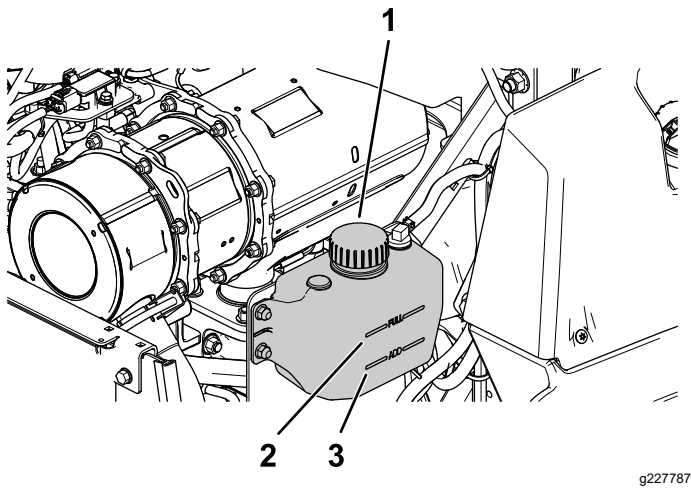

Bild 57
4. Prüfen Sie den Kühlmittelstand im Ausdehnungsgefäß (Bild 57).
5. Wenn der Kühlmittelstand zu niedrig ist, schrauben Sie den Deckel des Ausdehnungsgefäßes ab, und füllen Sie nach angegebene Kühlmittel nach (Bild 57).